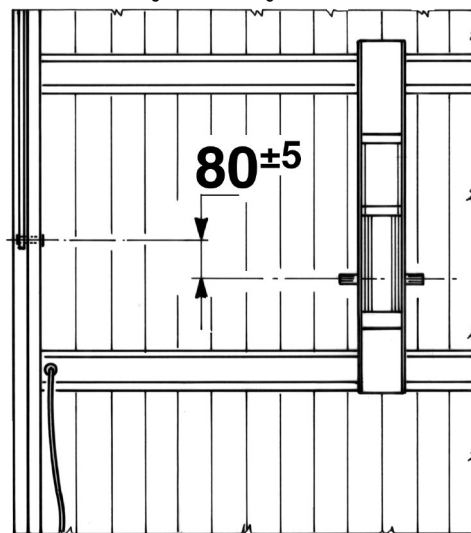

Fig. 6
- Le LONGERON de l'ECOPESI S doit être fixé au milieu du châssis. Positionner l'ECOPESI S en se servant des fentes présentes sur le longeron. L'ECOPESI S doit respecter la distance de 80 ± 5 mm entre l'axe du pivot du bras original de la porte basculante et le centre de l'arbre de l'électro-réducteur (voir Fig. 6).